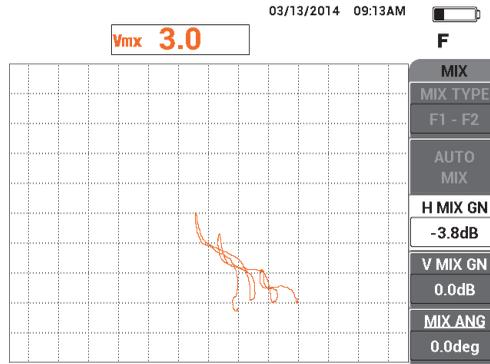

Figura 5-110 Ajuste del valor de ganancia combinada horizontal (H MIX GN)
20. Pulse dos veces la tecla de menú MAIN FILTER () y, después, disminuya la ganancia de combinación vertical (**H MIX GN**) [tecla de función C] hasta que la línea de base de la señal encaje entre las dos divisiones horizontales. Vea la Figura 5-110 en la página 224.